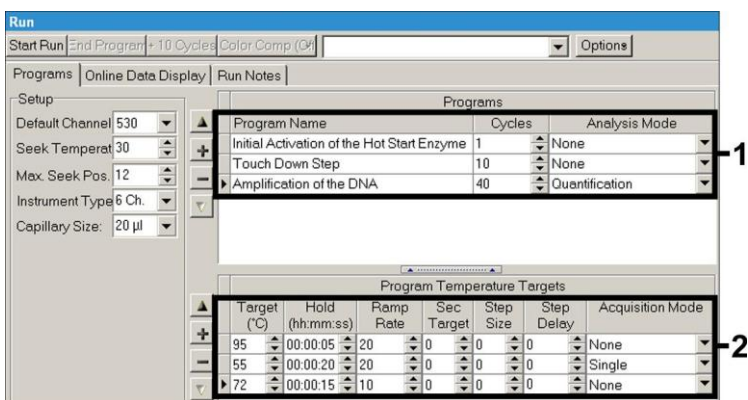

Fig. 10: Amplificação do ADN.
- C. Amplificação do ADN Fig. 10